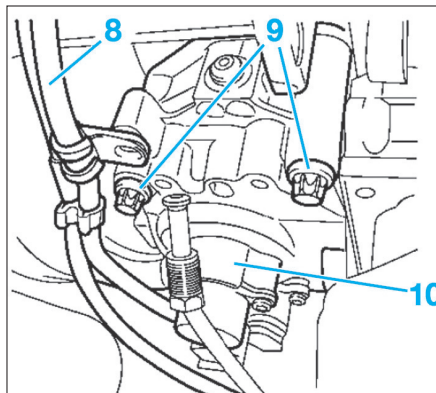

Fig. 29
- Retirer le faisceau électrique du système Easytronic et la conduite haute pression (8) (Fig.29).
- Déposer les 2 vis (9).
- Sortir le module de changement de vitesses (10).